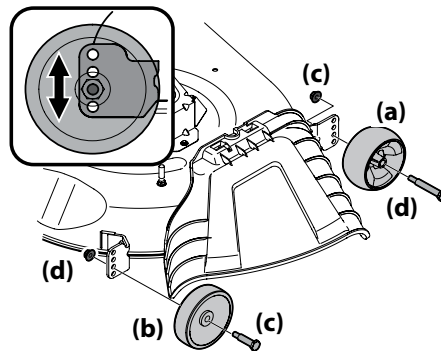

Figura 2-20
- b. Retire las ruedas delanteras (a) y traseras (b) de la plataforma retirando las tuercas de seguridad con (c) brida y los tornillos con reborde (d) que las sujetan a la plataforma. Vea la Figura 2-20.